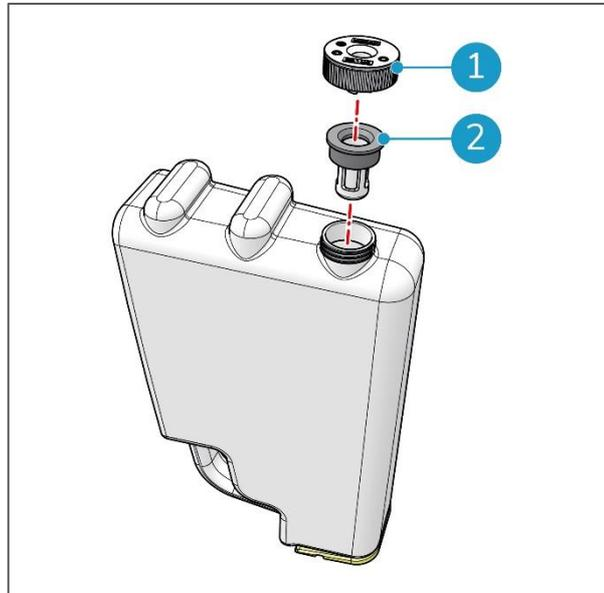

Abbildung 54
5. Schrauben Sie die weiße Kappe (Abbildung 54, Pos. 1) ab, die den Reinigungsmittelfilter (Abbildung 54, Pos. 2) in Position hält.
7. Setzen Sie den Filter in die Kappe (Abbildung 54).
8. Schrauben Sie die Kappe auf dem Boden des Reinigungsmittel tanks (Abbildung 54) sorgfältig auf, damit sie richtig dichtet.